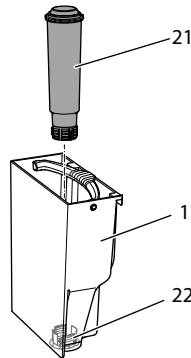

Fig. 15 : Vissage/Dévisage de la cartouche filtrante à eau
- Retirer la cartouche filtrante à eau (voir Fig. 15 à la page 73).
9. Insérer une cartouche filtrante neuve dans le réservoir d'eau (voir Fig. 15).
3. Retirer la cartouche filtrante à eau (voir Fig. 15).